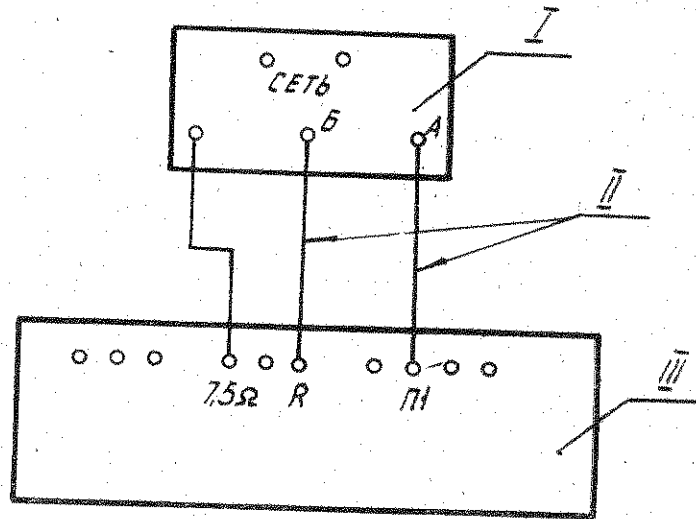

Рис. 7.
7. 4. 1. Соберите схему, приведенную на рис. 7.